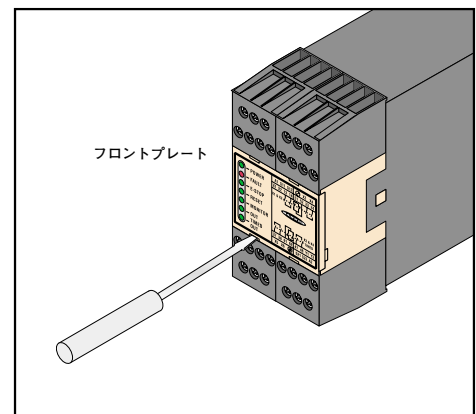

Fig.7 端子台の取り外し；小さなドライバーの先端をフロントカバー上下の各スロットに差し込み端子台を持ち上げる
**Note:** セーフティモジュールごと交換しなければならない場合に備えて、他のモジュールと簡単に交換できるように端子台が着脱式になっています。端子台を取り外すには、まずモジュールのフロントカバーを取り外します。次に、小さなドライバーの先端をフロントカバー部の4つの内の1つの窪みに差し込み持ち上げます。Fig.7をご参照ください。